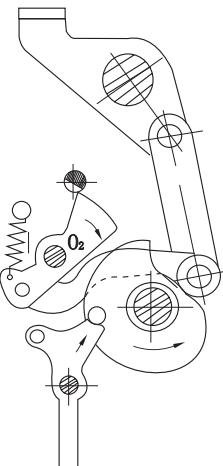

图6 贮能再扣位置
- b) 贮能再扣(见图6)。当电动或手动操作施加外力时，使方轴带着凸轮逆时针旋转时，弹簧贮能经过凸轮最高点，跳入缺口后由弹簧5带动杠杆4绕 O_2 顺时针方向转动，使杠杆与半轴再扣，滚子7被顶板8顶住，此时贮能结束。